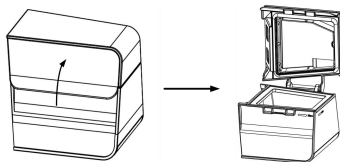
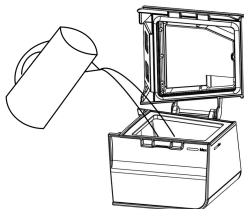

Abb. 14-2
Abb. 14-3
(1) Öffnen Sie den Deckel, wie in Abb. 14-2 dargestellt, füllen Sie die Wasserkammer mit ca. 360 mL Wasser, wie in Abb. 14-3 dargestellt. Stellen Sie sicher, dass das Wasser die maximale Wasserstandslinie nicht überschreitet.